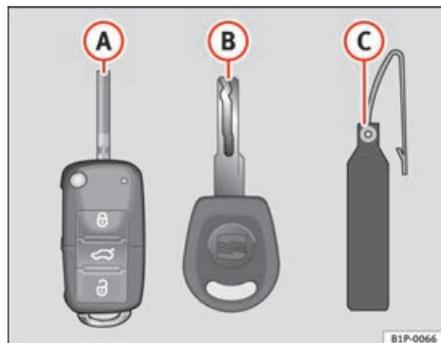

Fig. 63 Jeu de clés
- une clé avec radiocommande ⇒ fig. 63 A avec panneton escamotable,
Un double de clé ne peut être réalisé qu'à l'aide du numéro de clé figurant sur la languette en matière plastique ⇒ fig. 63 B. C'est pourquoi :
- Utilisez les deux clés livrées avec le véhicule ⇒ page 103, fig. 63, la clé pourvue d'une radiocommande  et la clé conventionnelle .